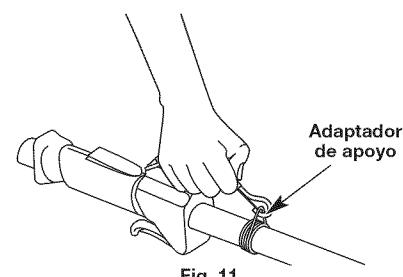

Fig. 11
- Coloque el arnés por encima de su cabeza y sobre su hombro. Abroche en el adaptador de apoyo (Fig. 11).